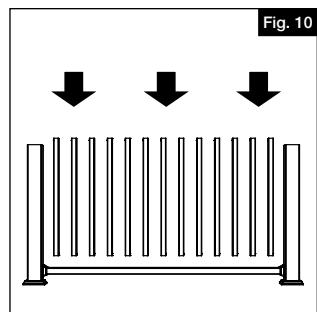

Fig. 10
- Empuje todos los barrotes en el travesaño inferior (Fig. 10).